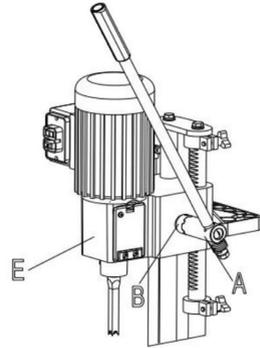

Fig. 3
2. Soulevez la tête de la mortaiseuse (E) Fig. 3, en position haute en tournant la poignée (A) dans le sens des aiguilles d'une montre. REMARQUE : La poignée (A) est à ressort et peut être repositionnée en retirant la poignée et en la repositionnant sur l'arbre du pignon (B).